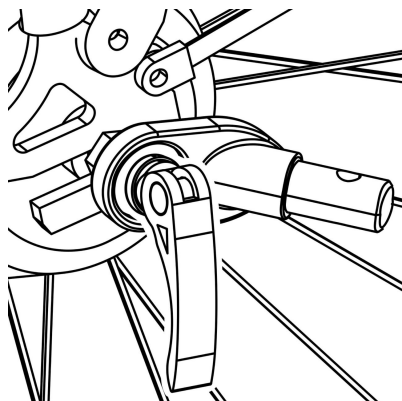

Figura 1
**1. Perno a sgancio rapido:** rimuovere il perno a sgancio rapido dal lato sinistro del perno posteriore della bicicletta. Installare il gancio tra il perno a sgancio rapido e il telaio. Serrare il perno a sgancio rapido seguendo le istruzioni del produttore della bicicletta. Il gancio può rimanere sulla bicicletta quando il rimorchio viene rimosso (Figura 1).